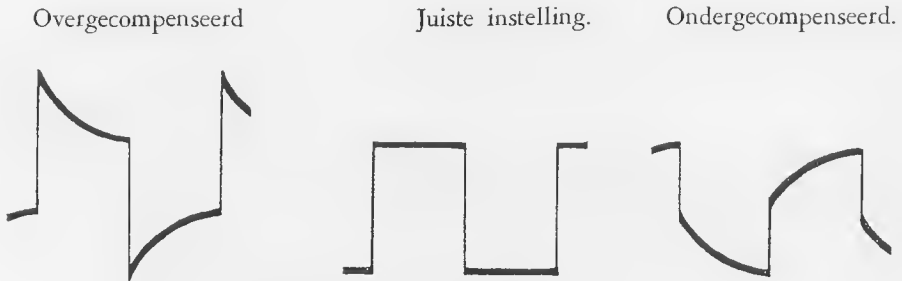

Fig. 19. Golfvormen
- Draai meetkoplichaam b teneinde de capaciteit te veranderen, totdat de gewenste golfvorm is verkregen (fig. 19).